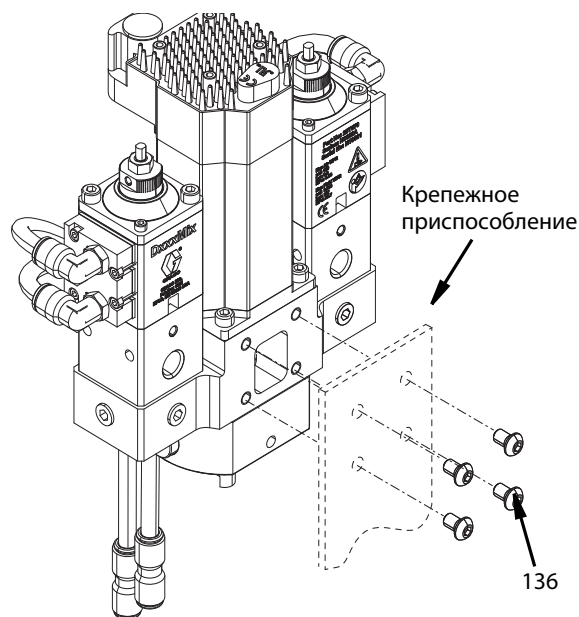

Рис. 26
Динамический смешивающий клапан Voltex снимается с монтажного приспособления путем откручивания четырех винтов M6 - 1,0 x 10 (136). См. Рис. 26.